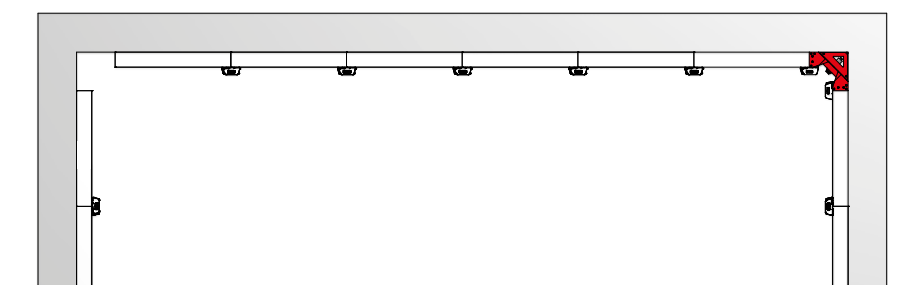

Fig. 31.3
3. Retirer l'AID par le haut et décoffrer les panneaux (Fig. 31.3).